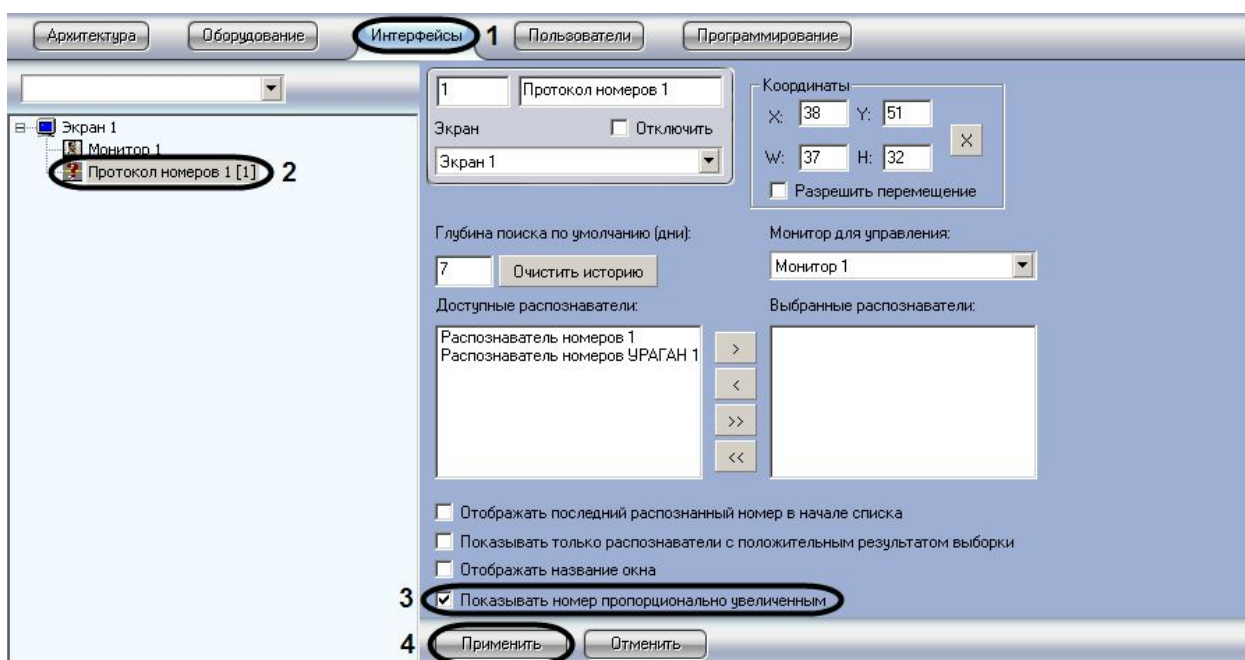

Рис. 7.7.10-1 Активирование функции отображения фотографии номера без искажения
1. Перейти на вкладку «Интерфейсы» диалогового окна «Настройка системы» (см. Рис. 7.7.10-1, 1).
2. Выбрать в дереве объект «Протокол номеров» (см. Рис. 7.7.10-1, 2).
3. Активировать флажок «Показывать номер пропорционально увеличенным» (см. Рис. 7.7.10-1, 3).
4. Нажать кнопку «Применить» для сохранения настроек (см. Рис. 7.7.10-1, 4).